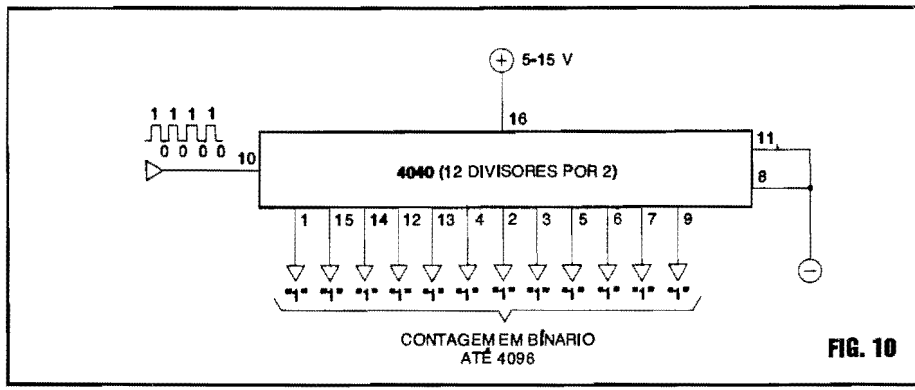

FIG. 10
- FIG. 10 - INDO "ATÉ O CABO" DA CONTAGEM POSSÍVEL COM O 4040 - No diagrama/exemplo da FIG. 9 utilizamos, para simplificar as coisas, apenas as 4 primeiras Saídas do conjunto de contadores internos do 4040... Entretanto, lembrando que o dito Integrado tem nada menos que 12 contadores/divisores internos, todos com Saídas externamente acessíveis, podemos levar a "coisa até o cabo", aproveitando *todas* as Saídas, através das quais poderão ser *contados* e binariamente indicados com precisão (através de 12 LEDs, se o diagrama for concretizado numa Experiência sobre matriz de contatos...) até **4096** pulsos, já que o número binário "111111111111" significa exatamente "4096" em decimal...!